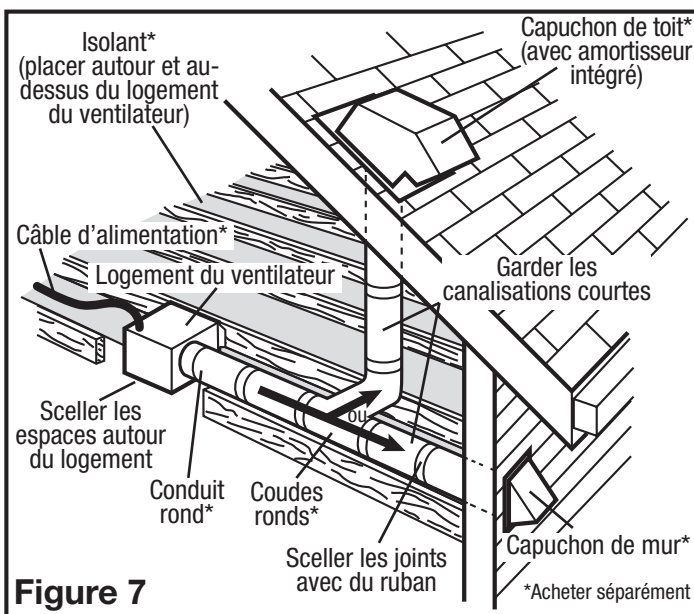

Figure 7
- Assurez-vous que les joints des conduits et les pénétrations extérieures sont scellés avec du mastic ou tout autre matériau similaire pour créer un passage d'air étanche afin de minimiser la perte ou le gain de chaleur et réduire le risque de condensation. Placez / enveloppez l'isolant autour du conduit et / ou ventilateur afin de minimiser la possibilité d'accumulation de condensation à l'intérieur du conduit, ainsi que la perte ou le gain de chaleur (Figure 7).